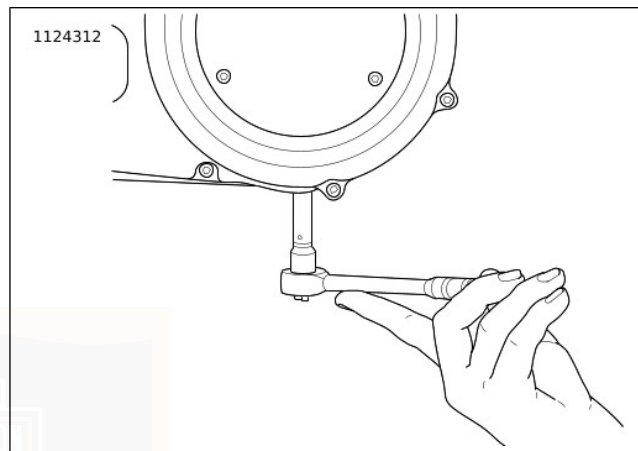

Figure 43. Dépose/pose du bouchon de vidange du carter de chaîne
3. Voir Figure 43. Vidanger le carter de chaîne primaire.